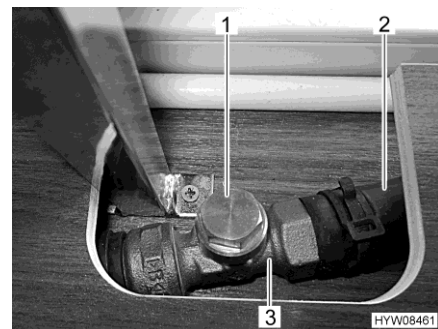

Fig. 180 Estrangulador (abierto)
- Tocar la tubería de derivación (Fig. 180,2) atrás del estrangulador (Fig. 180,3). La manguera deberá estar tibia.